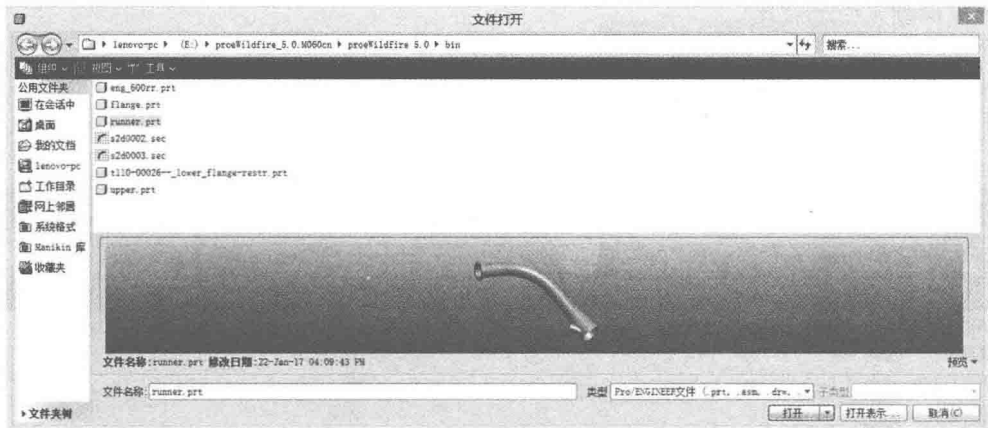

图 1-5 “文件打开”对话框
- ①选择菜单栏中“文件”下拉菜单中的“打开”命令（或单击系统工具栏中的“新建”图标按钮 ），系统将弹出如图 1-5 所示“文件打开”对话框；
- ②选择要打开文件所在的文件夹，在文件名称列表框选中该文件，单击“预览”按钮；
- ③单击“打开”按钮。